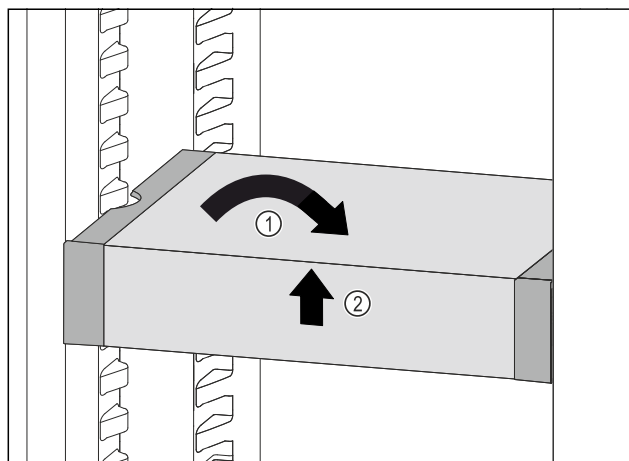

Fig. 93
- ▶ 将 VarioSafe 放平。Fig. 93 (1)
- ▶ 抬起 VarioSafe 前部。Fig. 93 (2)